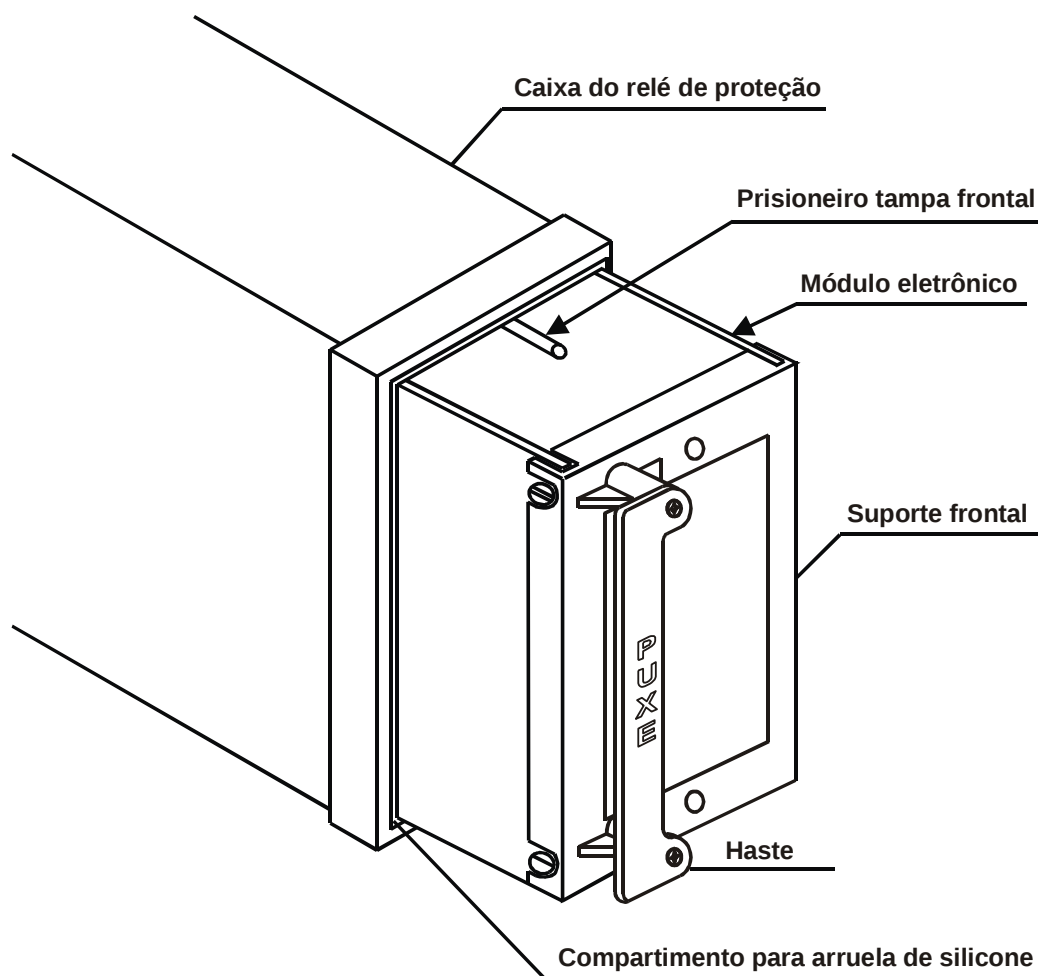
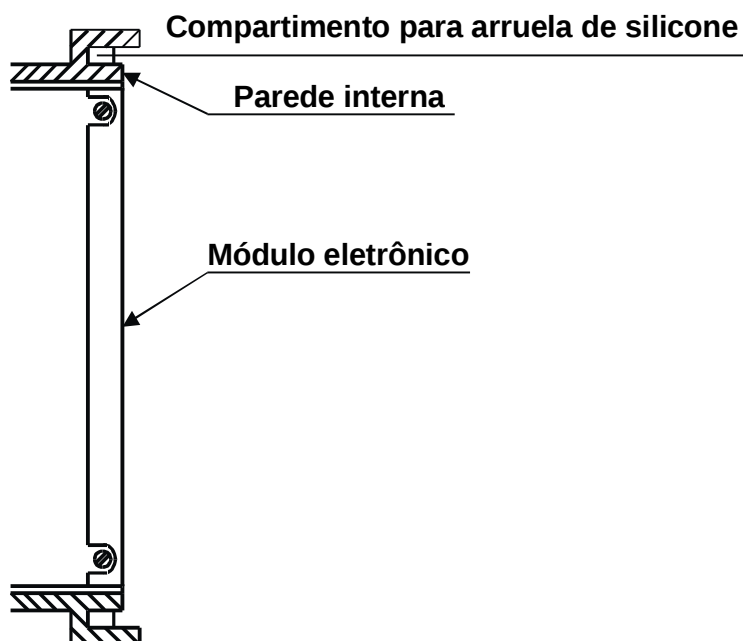

Figura 10: Inserção do módulo eletrônico
Figura 11: Vista em corte do encaixe do relé
- 1 – Posicionar o módulo eletrônico (figura 10) na caixa do relé. Utilize haste (figura 10) para encaixar as placas de circuito impresso do módulo eletrônico nas guias internas da caixa.
- 2 – Aplicar pressão nas laterais da haste (figura 10) até que o suporte encaixe totalmente na caixa do relé, ou seja, o módulo precisa ficar totalmente alinhado com a parede interna do compartimento para arruela de silicone (figura 11). Aplicar pressão considerável para um encaixe uniforme e seguro. O sistema de conexão é extremamente robusto e suporta o mecanismo de inserção do relé.